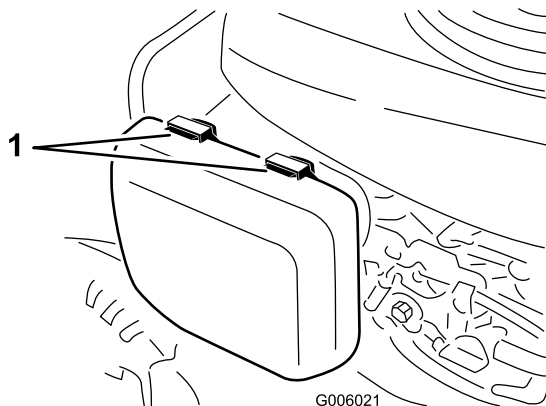

Figura 37
1. Premete verso il basso le linguette di chiusura del coperchio del filtro dell'aria (Figura 37).